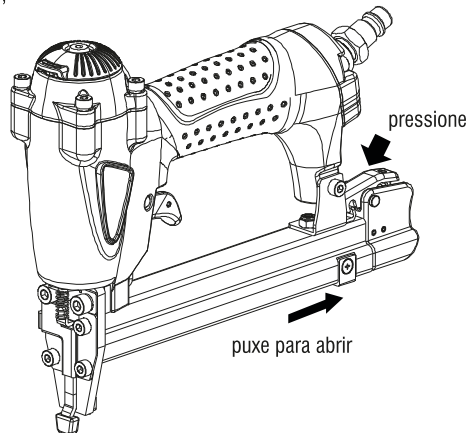

Fig. 3 – Abastecimento dos grampos
- 1 - Pressione a trava conforme mostra a Fig. 3;